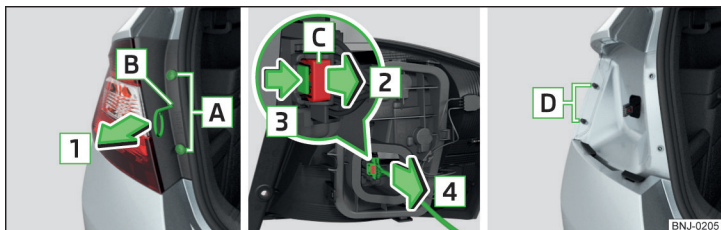
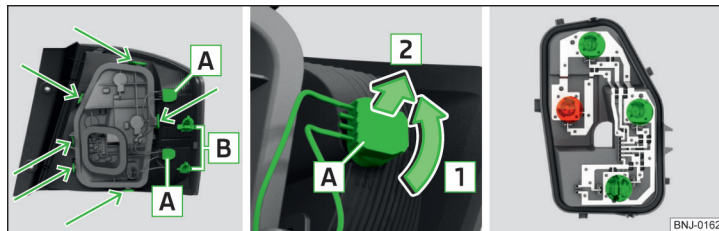

Abb. 207 Leuchte ausbauen / Stecker abziehen
Abb. 208 Äußerer Teil der Leuchte / Glühlampe herausnehmen / Lampenhalter
- › Die Leuchte mit der Handfläche festhalten und in Pfeilrichtung **1** » Abb. 207 vorsichtig von den Bolzen **D** abziehen.
- › Die Verriegelung entgegen der Pfeilrichtung **2** » Abb. 207 sichern.
- › Die Leuchte mit den Öffnungen **B** » Abb. 208 auf Seite 198 auf die Bolzen **D** » Abb. 207 in der Karosserie stecken.
- › Die Fassung mit der Glühlampe **A** in Pfeilrichtung **1** drehen » Abb. 208.
- › Die Fassungen mit den Glühlampen **A** in Pfeilrichtung **1** drehen » Abb. 208.
- › Den Lampenhalter in mit Pfeilen gekennzeichneten Bereichen entriegeln » Abb. 208.